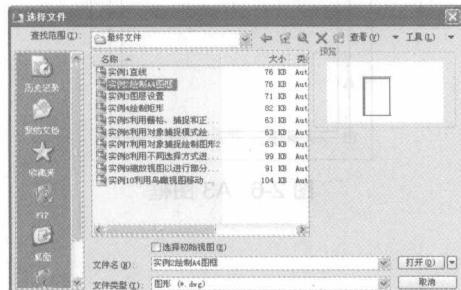

图 3-2 “选择文件”对话框
Step 01 执行“文件>打开”菜单命令，系统弹出“选择文件”对话框，如图 3-2 所示。选择“光盘\Ch1\最终文件实例 2 绘制 A4 图框.dwg”图形文件，单击“打开”按钮，打开已有图形。